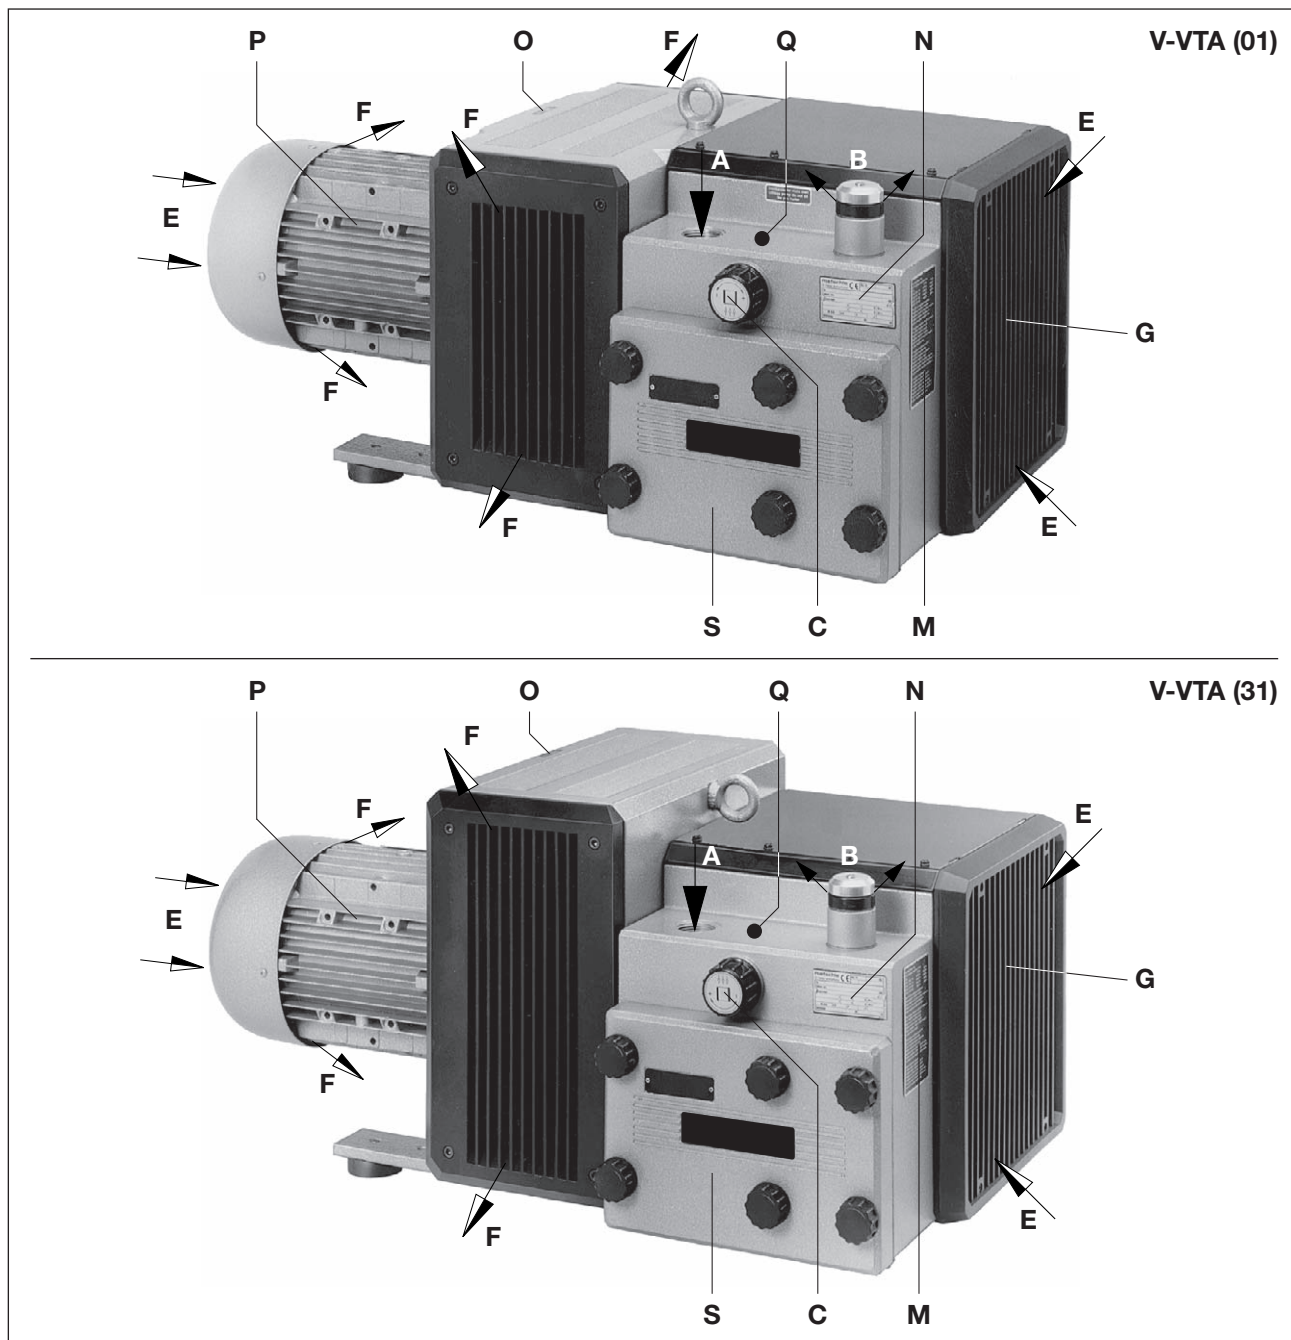

Fig. 2 Pompa per vuoto V-VTA
L'azionamento delle macchine avviene attraverso motori trifase a norma flangiati attraverso un giunto. La valvola di regolazione del vuoto (Fig. 2/C) consente di regolare il vuoto sul valore desiderato, limitato verso l'alto.
Il corpo del filtro (Fig. 2/S) deve essere facilmente accessibile.
Gli ingressi (Fig. 2/E) e le uscite (Fig. 2/F) dell'aria di raffreddamento devono avere una distanza di almeno 30 cm dalle pareti vicine. L'aria di raffreddamento fuoriuscita non deve essere riaspirata. Per i lavori di manutenzione deve essere prevista una distanza di 40 cm prima del corpo del filtro (Fig. 2/S) e la griglia di aspirazione (Fig. 2/G).
a) Collegamento vuoto (Fig. 2/A).
La regolazione del vuoto può avvenire ruotando la manopola di regolazione (Fig. 2/C) in base alla targhetta dei simboli applicata su questa.
- a) I dati elettrici del motore sono indicati sulla targhetta dati (Fig. 2/N) o sulla targhetta dati motore. I motori sono conformi a DIN EN 60034 e sono eseguiti con classe di protezione IP 55 e classe isolamento F. Lo schema di collegamento è situato nella morsettiera del motore (non si applica nella versione con collegamento a spina). I dati del motore devono essere confrontati con quelli della rete di alimentazione usata (tipo corrente, tensione, frequenza di rete, amperaggio ammesso).
Durante il funzionamento, le superfici dei componenti (Fig. 2/Q) possono superari i 70°C. Evitare di toccare le superfici calde (contrassegnate da appositi cartelli)!
I sacchetti essiccanti posti nella scatola del filtro (Fig. 2/S) devono essere tolti prima della prima messa in funzione.
- ▷ Il senso di rotazione previsto dell'albero di azionamento è contrassegnato dalla freccia (Fig. 2/O) sulla flangia motore.